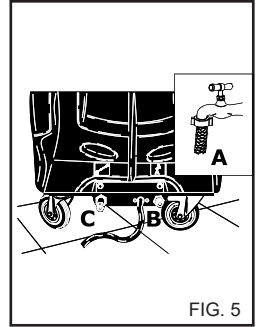
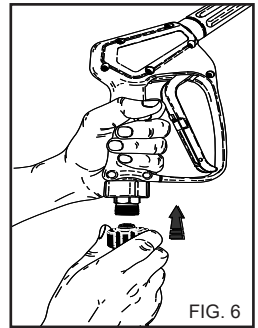

FIG. 5
FIG. 6
Подсоедините шланг к крану водоснабжения (рис. 5А) и к отверстию на аппарате (рис. 5В). Убедитесь, что давление и расход воды, подаваемой от крана, соответствует характеристикам аппарата: 200-800 кРа (29-116 фунт/дюйм²). Подсоедините шланг высокого давления к аппарату (рис. 5с) и к пистолету (рис. 6).
- 1) Поверните кран подачи воды (рис. 5А).
- 7) Закройте кран водопровода (рис. 5А).